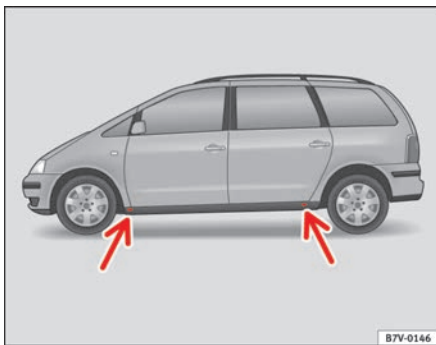

Abb. 160 Aufnahmepunkte für den Wagenheber
1. Suchen Sie den Aufnahmepunkt ⇒ **Abb. 160** (Pfeil) für den Wagenheber ⇒ **⚠**, der dem zu wechselnden Rad am nächsten liegt.
Der Wagenheber darf nur an den gezeigten Aufnahmepunkten angesetzt werden ⇒ Seite 249, Abb. 160. Der vordere Aufnahmepunkt liegt ca. 11 cm, und der hintere Aufnahmepunkt ca. 14 cm vom Radausschnitt entfernt. Einkerbungen auf beiden Seiten im Schweller kennzeichnen den entsprechenden Aufnahmepunkt unter dem Fahrzeug.